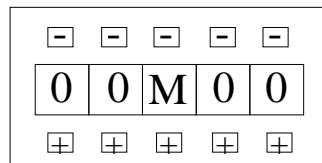

图 1
3.1.2 将出胶时间开关打到 ON 状态, 调节好需要出胶的时间, 如图 1 所示。